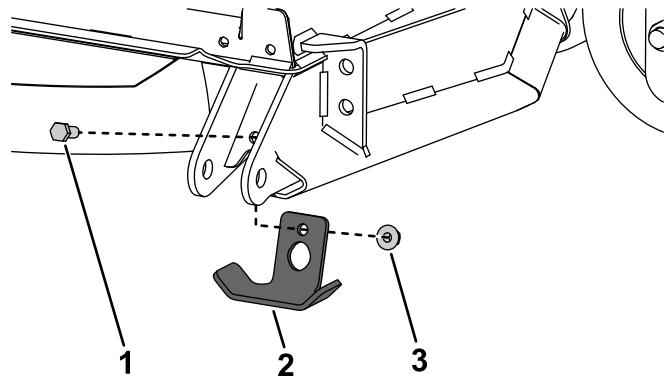

Figura 8
- Remova os fixadores que fixam a placa do patim existente à unidade de corte (Figura 8).